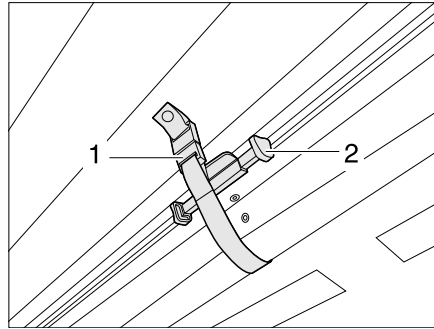

Bild 15 Sicherung der faltverdunklung Frontscheibe
- Die faltverdunklung für die Frontscheibe mit dem Griff (Bild 15,2) nach oben schieben, bis sie einrastet. Mit der Verschlusschlaufe (Bild 15,1) sichern. Die faltverdunklung ist gesichert.